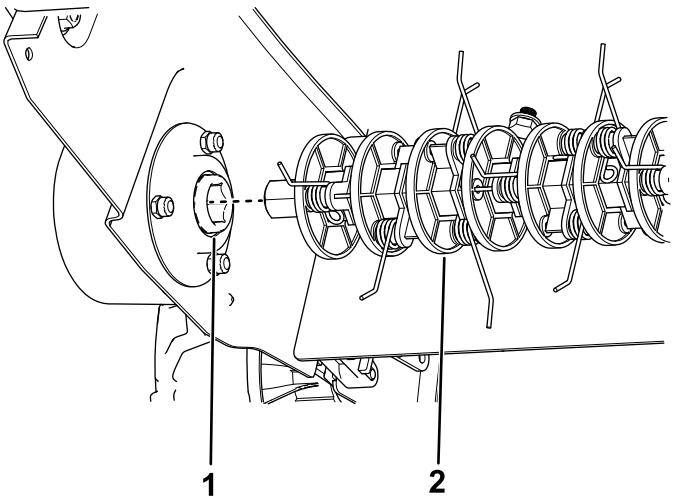

Bild 20
4. Schieben Sie das andere Ende der Wellenbaugruppe vom Antrieb und ersetzen Sie es durch die gewünschte Wellenbaugruppe (Bild 20).